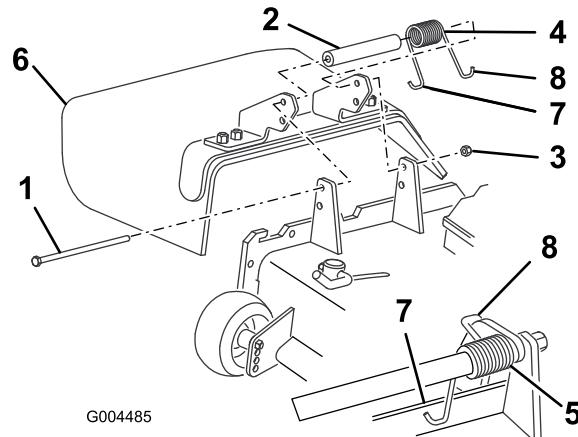

Figure 76
- Placez une entretoise et un ressort entre les supports du déflecteur d'herbe de rechange (Figure 76).
**Remarque:** Accrochez l'extrémité en J gauche du ressort derrière le bord du plateau avant de mettre le boulon en place, comme indiqué à la Figure 76.
**Remarque:** Accrochez l'extrémité en J droite du ressort au déflecteur d'herbe (Figure 76).
- Retirez le contre-écrou, le boulon, le ressort et l'entretoise qui fixent le déflecteur aux supports de pivot (Figure 76).